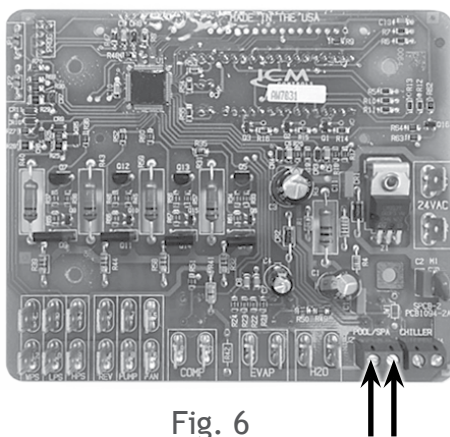

Fig. 6
4. À l'aide de deux câbles, raccordez le système de commande à la borne d'alimentation du panneau de contrôle. La **figure 6** illustre comment raccorder les systèmes à distance à deux câbles du thermostat.